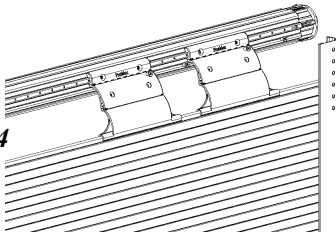

fig. 5
8. Remonter le tablier à moitié et fixer les butées sur la lame finale (fig 5)